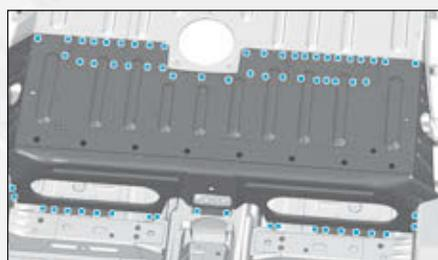
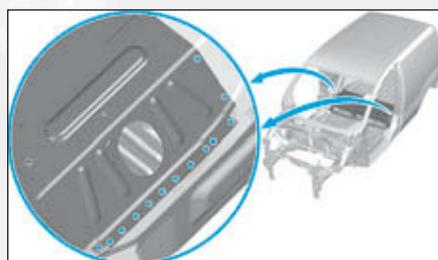

FIG.216
FIG.217
- Souder par points bouchons MAG, puis meuler les points de soudure (Fig.216) et (Fig.217).